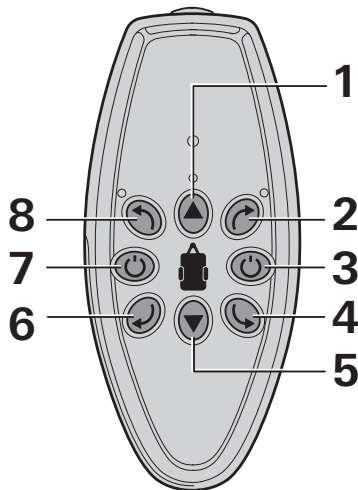
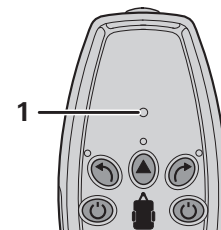

Bild 2
Bild 6
- Taste (Bild 2 - 7) auf der Fernbedienung drücken bis die LEDs aufleuchten (Bild 6 - 1).
Die „Ausschalten“ Taste (Bild 2 - 3) der Fernbedienung dient auch als „Not-Aus-Schalter“. Bei Auffälligkeiten, z. B. unkontrolliertes Verhalten des GO2 muss die „Ausschalten“ Taste sofort gedrückt werden.
– Mit den Richtungstasten (Bild 2 - 1/2/4/5/6/8) den Wohnwagen in die gewünschte Richtung bewegen.
i Werden die gegenüberliegenden Richtungstasten (Bild 2 - 2/6 oder 4/8) gleichzeitig gedrückt, rotiert der Wohnwagen um die eigne Achse in der jeweiligen Richtung.
– Während der Fahrt (Vorwärts/Rückwärts) kann mit den Richtungstasten (Bild 2 - 2/8 und 4/6) die Fahrtrichtung geändert werden.
– Taste (Bild 2 - 3) auf der Fernbedienung drücken. Die LED Beleuchtung erlischt.